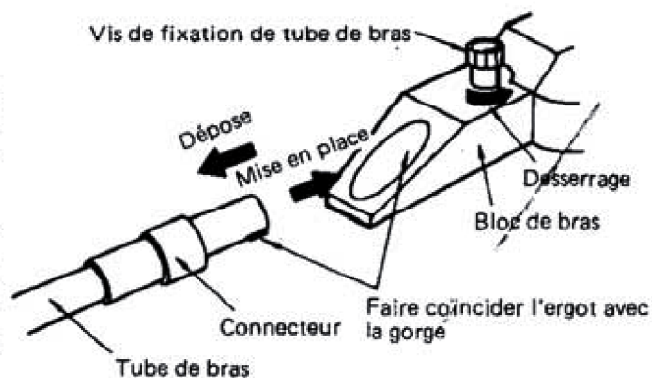

fig. 2
- (1) Pour déposer le bras, desserrer sa vis de fixation sur un demi-tour dans le sens de la flèche, de la manière indiquée à la fig. 2. Tenir le connecteur et tirer en avant.
- (2) Pour le mettre en place, faire coïncider le guide de connecteur avec la gorge de guidage du support et introduire. Serrer la vis de fixation en sens inverse de la flèche afin de bien immobiliser l'accouplement.